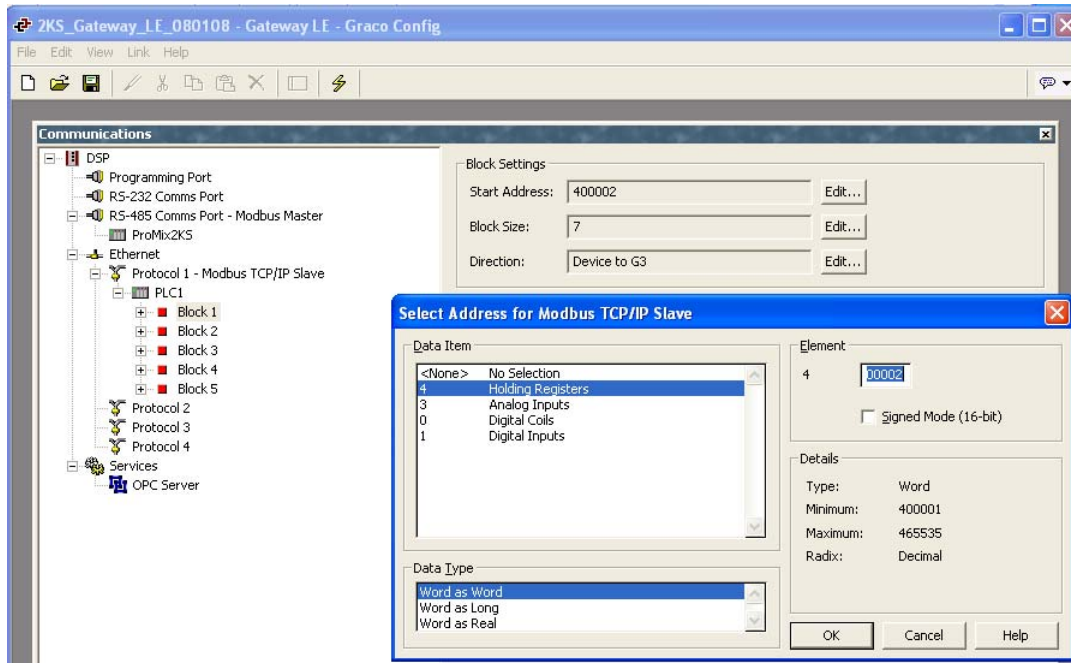

FIG. 23 : Mappage des blocs Gateway
1. Voir la FIG. 23. Sélectionnez le bloc pour le mappage de données. Cliquez sur le bouton Edition situé à côté du champ Adresse de début à droite de la fenêtre. La fenêtre Sélectionner l'adresse s'ouvre alors.